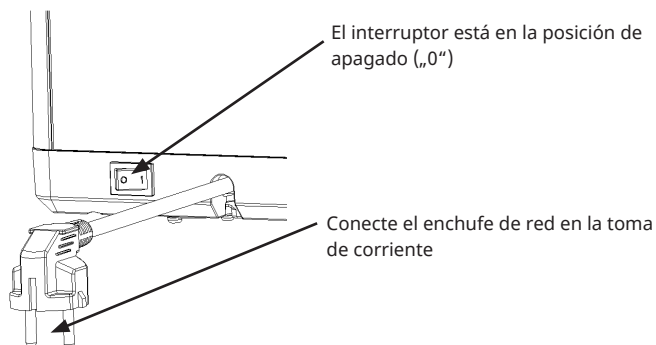

Figura 13
6. Ponga el interruptor de encendido/apagado en la posición „I“ para encender la unidad. En la posición „0“ el aparato está apagado (ver figura 13).